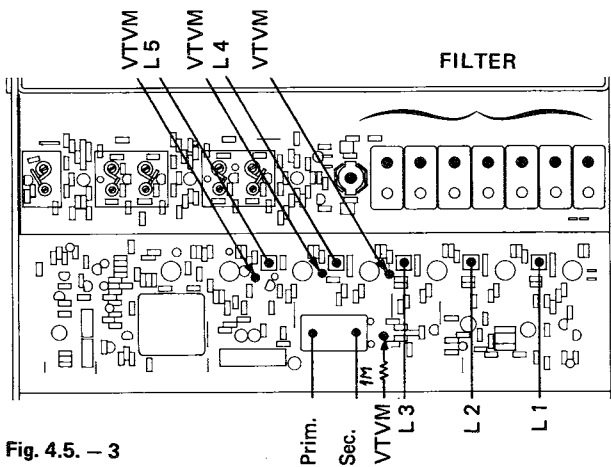

Fig. 4.5. - 3
- Connecter la sonde HF du V.à L. à l'entrée de IC 3 (CA 3053) sur la résistance R 7 de 220 ohms (fig. 4.5. - 2). Echelle de mesure: 1 VDC.
4.5.1. Appareil enclenché; seul l'interrupteur secteur POWER^① enfoncé.
4.5.2. Après avoir ôté le câble coaxial, connecter le câble FI du générateur à l'entrée du circuit mélangeur de l'étage haute-fréquence (fig. 4.5. - 2).
4.5.4. Connecter la sonde HF du V.à L. à l'entrée de IC 4 (220 ohms). Accorder le circuit 3 (bleu) au maximum de déviation de l'instrument: environ 0,8 V (fig. 4.5. - 3).